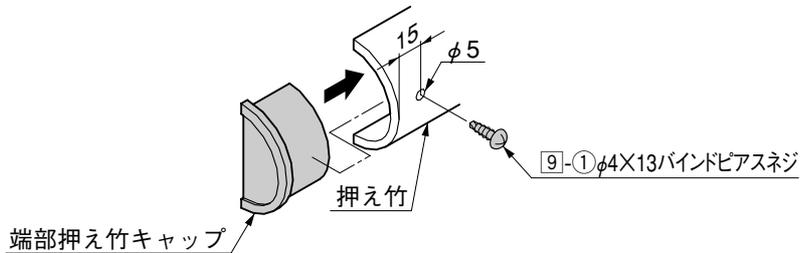

図4-4 端部押え竹キャップの取付け
- 端部押え竹キャップを取付ける場合は、押え竹に[9]-①で固定してください。(図4-4参照)